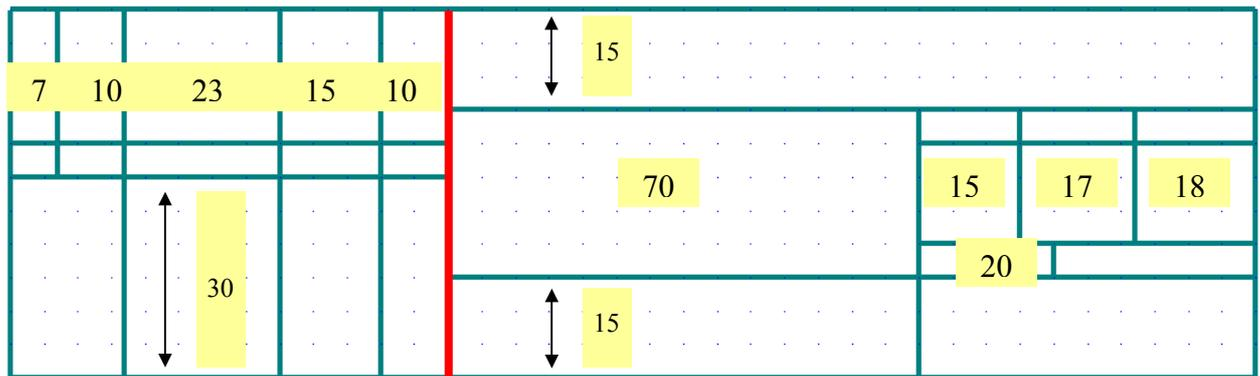

Рис. 4-4. Основные линии в штампе чертежа
На рис. 4-4 введенная линия условно выделена красным цветом..
1) Отмечая щелчком левой кнопки мыши начало и конец линий, добавьте в основную надпись недостающие основные линии углового штампа. Для справки используйте рис. 4-4, где цифрами обозначены размеры соответствующих ячеек. Напомним, что шаг сетки на рисунке – 5 мм.